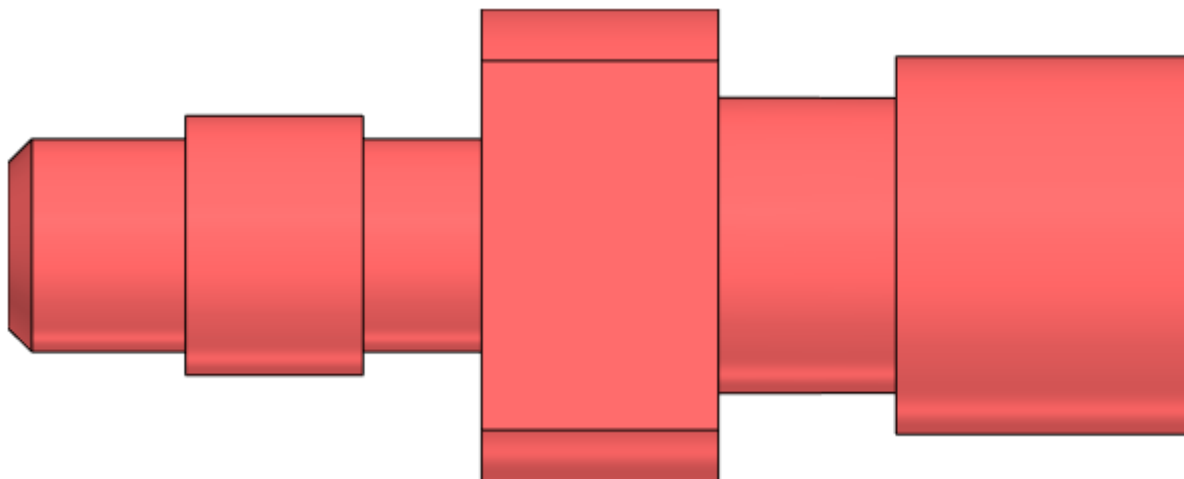

Рис. 1 – Главный вид (спереди) детали
2. Габаритные размеры ступеней приведены в таблице (ступени считаем слева направо по рис. 1).